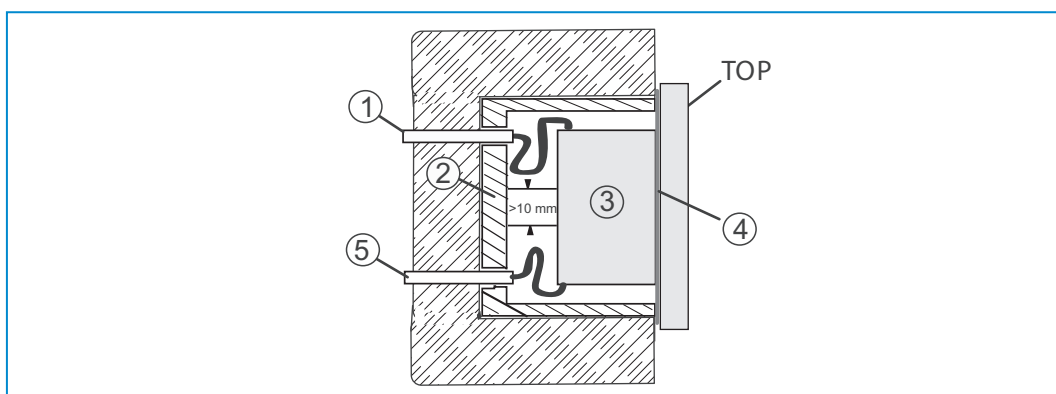

Fig. 6: SELV-strømkredse
- » Ved montering skal du sørge for en afstand på (> 10 mm) fra SELV-strømkredsene til andre strømkredse (se Fig. 6).